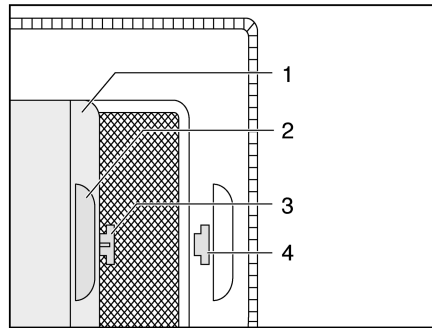

Bild 43 Verdunklungsrollo
- Verdunklungsrollo (Bild 43,1) am Griff (Bild 43,2) ziehen und Haken (Bild 43,3) in die Öffnung (Bild 43,4) einhängen.
- Haken (Bild 43,3) aus der Öffnung (Bild 43,4) ziehen und Verdunklungsrollo zurückführen.